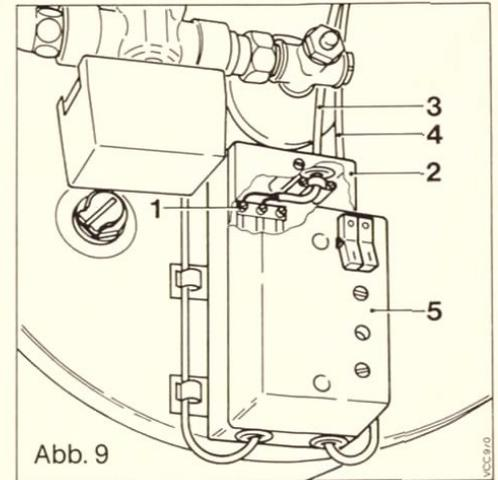

Abb. 9
Aus dem Schaltkasten (5) des Brauchwasserspeichers sind zwei Anschlußkabel (3 und 4) lose herausgeführt (Abb. 9):
Die Klemmleiste im Schaltkasten des Brauchwasserspeichers (Abb. 9, Pos. 1) ist nach Abnahme des Schaltkasten-deckels (2) zugänglich.